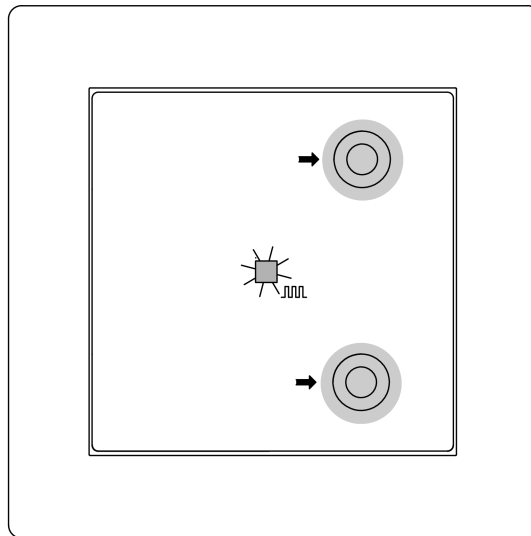
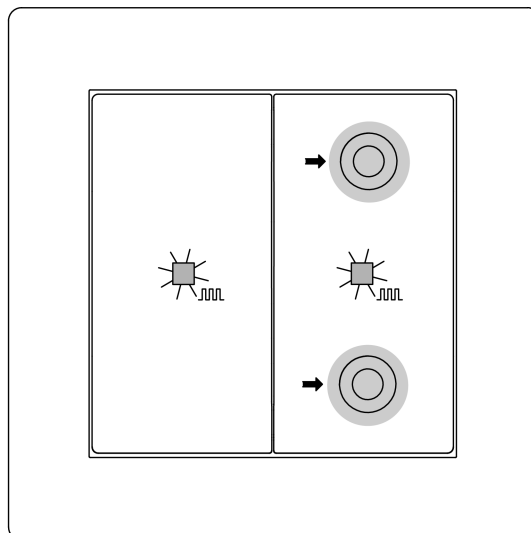

Bild 5: Aktivera programmeringsläge (1-delat)
Bild 6: Aktivera programmeringsläge (2-delat)
Programmera fysisk adress och applikationsprogram 1-delad (se bild 5) och 2-delad (se bild 6)
- Aktivera programmeringsläget: Tryck på knappen uppe till höger och knappen nere till vänster samtidigt i > 4 sekunder för 1-delad (se bild 5) och 2-delad (se bild 6).